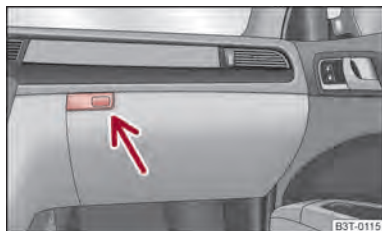

Abb. 92 Schalttafel: Ablagefach auf der Beifahrerseite
- Drücken Sie die Taste ⇒ Abb. 92 - der Deckel klappt herunter.